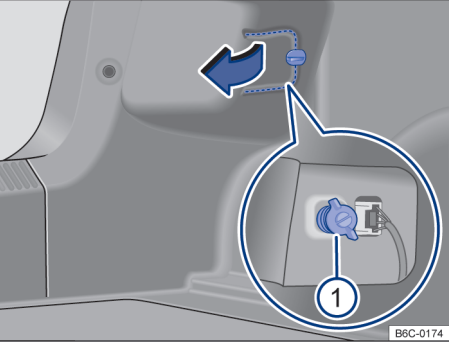

Fig. 133 No compartimento de bagagem: desinstalar cobertura e retirar o parafuso borboleta 1 (lupa).
3. Para abrir a cobertura da lanterna, girar a trava → Fig. 133 (seta).
18. Segurar a lanterna traseira na posição de montagem com uma das mãos e aparafusar com a outra o parafuso borboleta → Fig. 133 1.